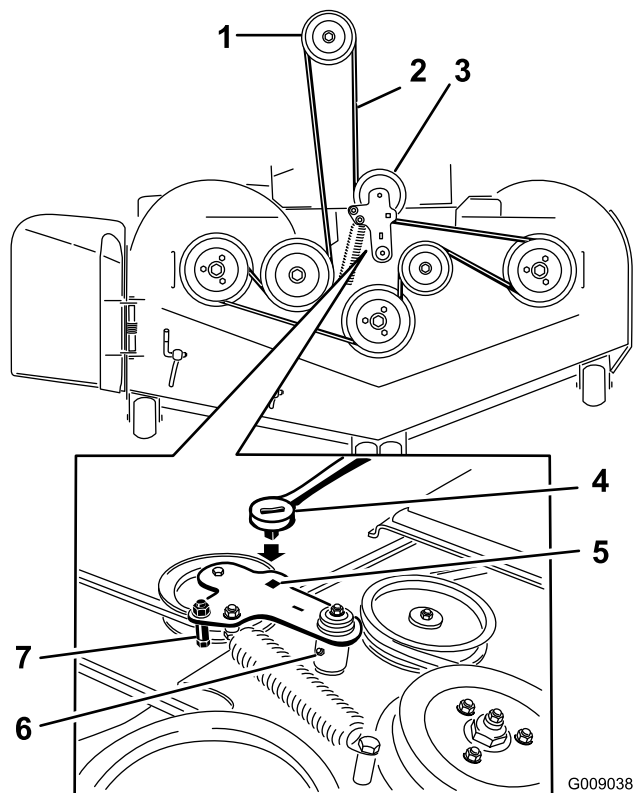

Figure 74
5. Insérez un rochet dans le trou carré du bras de la poulie de tension pour détendre le ressort de la poulie de tension (Figure 74).
7. Enlevez le guide de courroie situé sur le bras de la poulie de tension appelée par ressort (voir Figure 74).
9. Acheminez la courroie neuve autour des poulies du tablier de coupe et de la poulie d'embrayage, sous le moteur (Figure 74).
10. Montez le guide de courroie sur le bras de la poulie de tension (voir Figure 74).
11. Insérez le rochet dans le trou carré et montez le ressort de la poulie de tension (Figure 74).